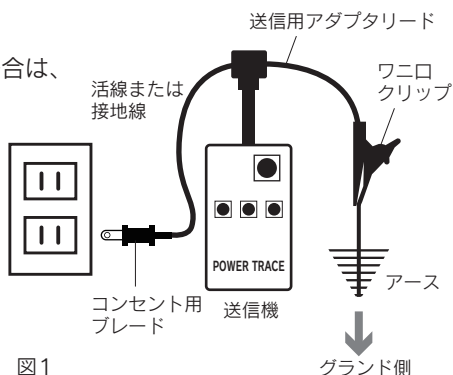

図1
(図1)
1. 送信用アダプタリードの一方のワニ口クリップをアース棒等を使用して直接接地します。(P6図1参照)
3. 送信用アダプタリードを送信機に接続します。(P9図1参照)
2. 他方のワニ口クリップを識別するケーブルにクリップします。(P9図1参照)